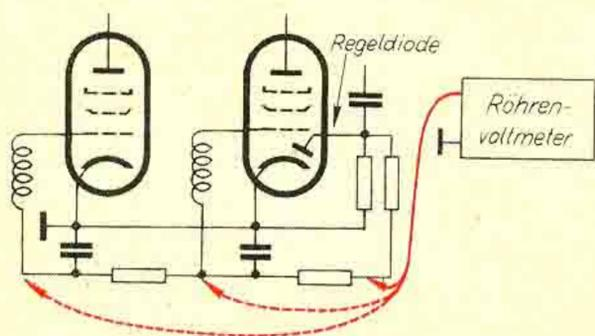

Abb. 46. Messung von Regelspannungen
c) Messung von ALR-Spannungen. Ein kräftiges Signal wird vom Abgleichsender auf den Empfänger gegeben und abgestimmt. Der Stromartschalter am Röhrenvoltmeter steht auf Minus. Mit der Prüflleitung werden die Spannungen an der Regeldiode (nach dem Siebwiderstand!) und an den Regelgittern gemessen (Abb. 46).